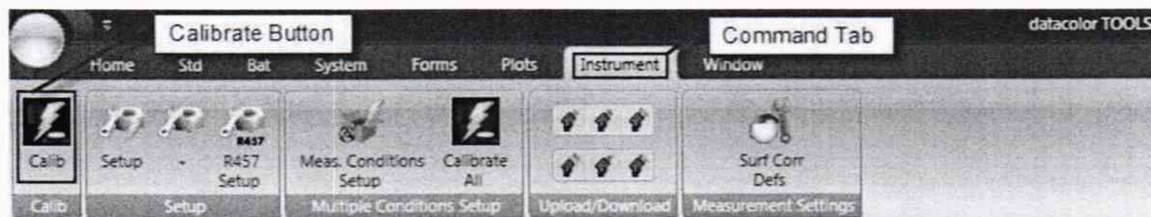

Рисунок 4
8.3.2 Необходимо провести калибровку спектрофотометра. Кнопка калибровки расположена в командной вкладке «Инструменты». Нажать на командную вкладку «Инструменты», затем нажать на кнопку «Calib/Калибровать» для градуировки калибровки устройства (см. рисунок 4).